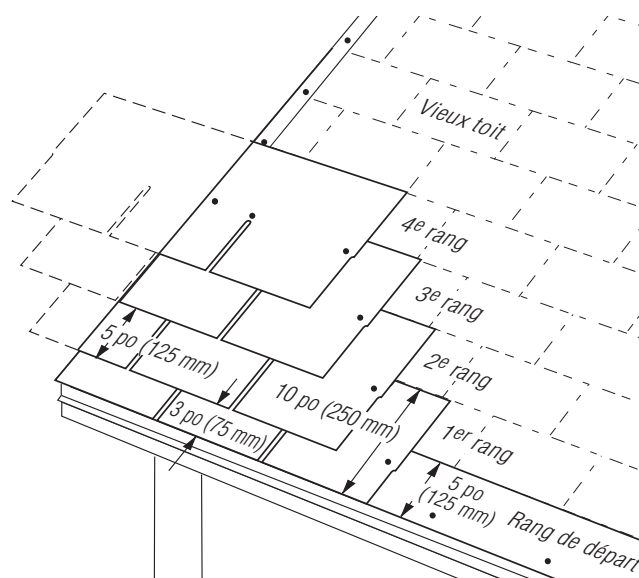

Figure 13-14 : Réfection d'un toit imbriqué
2. Retrancher 6 po (15,2 cm) sur la largeur du premier bardeau de départ et poser la pièce de 30 po (76,2 cm) restante sur le coin inférieur gauche du toit, par-dessus le premier rang des anciens bardeaux. Si un larmier est utilisé, le rang de départ doit dépasser le versant et l'avant-toit de 1/2 po (1,3 cm). Sinon, le rang de départ doit dépasser de 3/4 po (1,9 cm) (*figure 13-14*).
1. Le premier rang est composé de bardeaux de 10 po par 36 po (25,4 cm par 91,4 cm) fabriqués en retranchant 2 po (5 cm) au bas des jupes de bardeaux ordinaires (*figure 13-14*).
1. Retrancher 6 po (15,2 cm) du côté gauche d'un bardeau entier et aligner le bord supérieur de ce bardeau de 12 po par 30 po (30,5 cm par 76,2 cm) contre le bord inférieur du bardeau de l'ancien quatrième rang. Aligner le rebord gauche du bardeau avec le rebord gauche du premier rang (*figure 13-14*).
1. Commencer le troisième rang en retranchant 12 po (30,5 cm) du côté gauche d'un bardeau entier. Poser la pièce de 24 po (61 cm) au-dessus du bardeau du nouveau deuxième rang (*figure 13-14*). Aligner le bord supérieur du nouveau bardeau avec le bord inférieur des vieux bardeaux du rang du dessus (le cinquième rang de l'ancienne toiture).